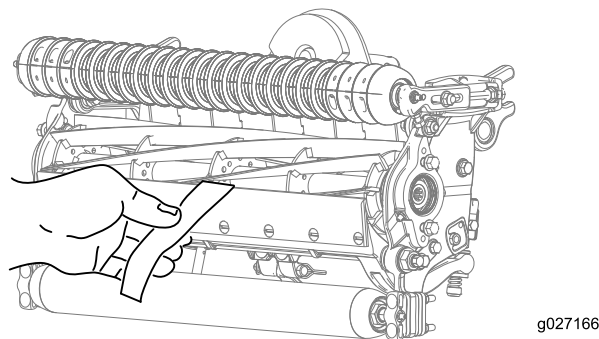

图10
10. 在滚刀与底刀间插入一长条剪切性能纸（Toro 零件号 125-5610），纸要与底刀垂直，检测剪切性能（图10）。**缓慢**向前旋转滚刀；滚刀应剪切检测纸。